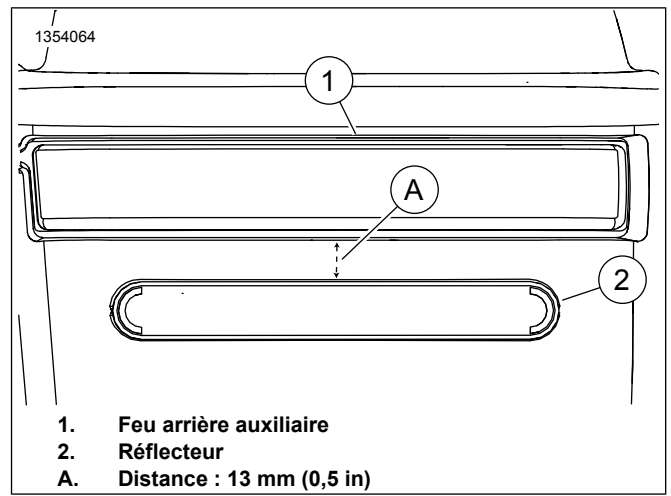

Figure 8. Positionnement du réflecteur
- b. Consultez Figure 8 . Positionner le réflecteur (2) à l'arrière de la sacoche, centré et Distance : 13 mm (0,5 in) en dessous du feu arrière auxiliaire (1).